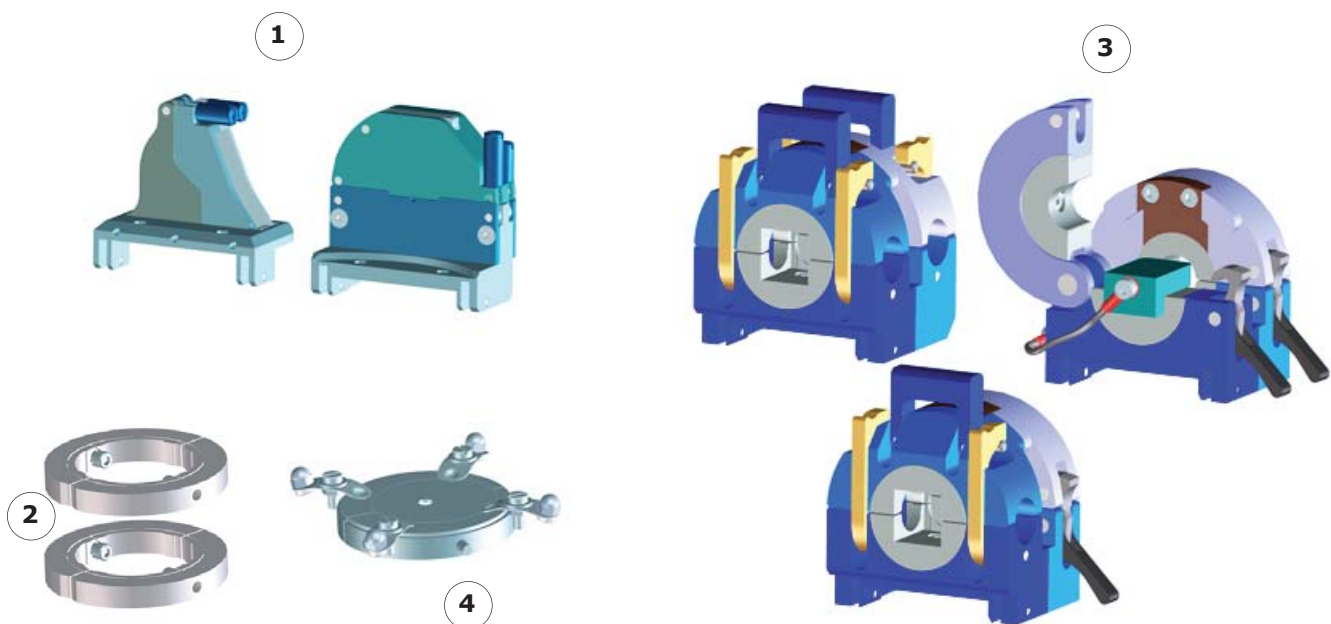

Abb. 3.3 - Spannkassetten, Spannschalen, Spannblöcke und Zubehörsatz zum Schweißen von Rohrbögen
- Die Spannkassetten aus Titan (Abb. 3.3 - Index 1) sind für den Einsatz mit den Schweißzangen UHP 50-2 und UHP 500-2 bestimmt, sie sind für alle vorkommenden Rohraussendurchmesser lieferbar. Der jeweilige Rohraussendurchmesser ist außen auf der Kassette vermerkt.
- Die Schweißzangen UHP 1500-2 sind mit einem abnehmbaren Spannsystem mit TCI-Spannschalen aus Titan (Abb. 3.3 - Index 2) ausgestattet, sie sind für alle vorkommenden Rohraussendurchmesser lieferbar.
- Die Schweißzangen UHP 500-2 kann auch mit Spannblöcken „Fixture-Blocks“ (Abb. 3.3 - Index 3) versehen werden. Diese Spannblöcke können passend für alle Größen von Mikrofittings geliefert werden und ermöglichen kraftvolles Spannen, Positionieren und Zentrieren der zu verschweißenden Anschlüsse (Rohr/Rohr - Rohr/Anschluss - Anschluss/Anschluss).
- Der Zubehörsatz zum Schweißen von Rohrbögen (Abb. 3.3 - Index 4) besteht aus einem Paar Spannschalen zum Befestigen der Abdeckscheiben und einem Paar dem Rohrdurchmesser entsprechenden Abdeckscheiben.